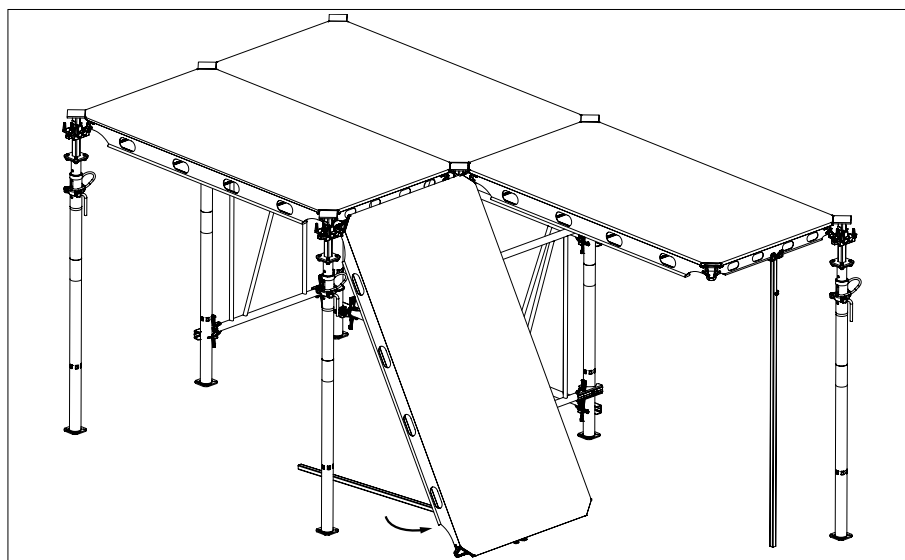

Fig. A5.11
4. Agganciare e ruotare il pannello successivo (come mostrato nei punti 1 e 2) usando un ausilio per cassaforma aggiuntivo. (Fig. A5.11)